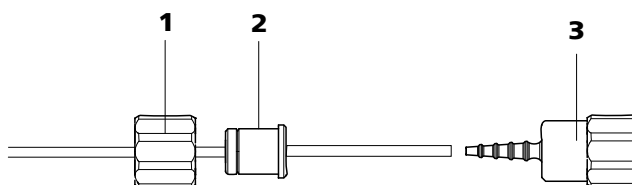

Figura 30 Instalación de una conexión de tubo de bomba sin filtro
- **Caso B:** una conexión de tubo de bomba **sin filtro** 6.2744.160 (véase Figura 30, página 53).